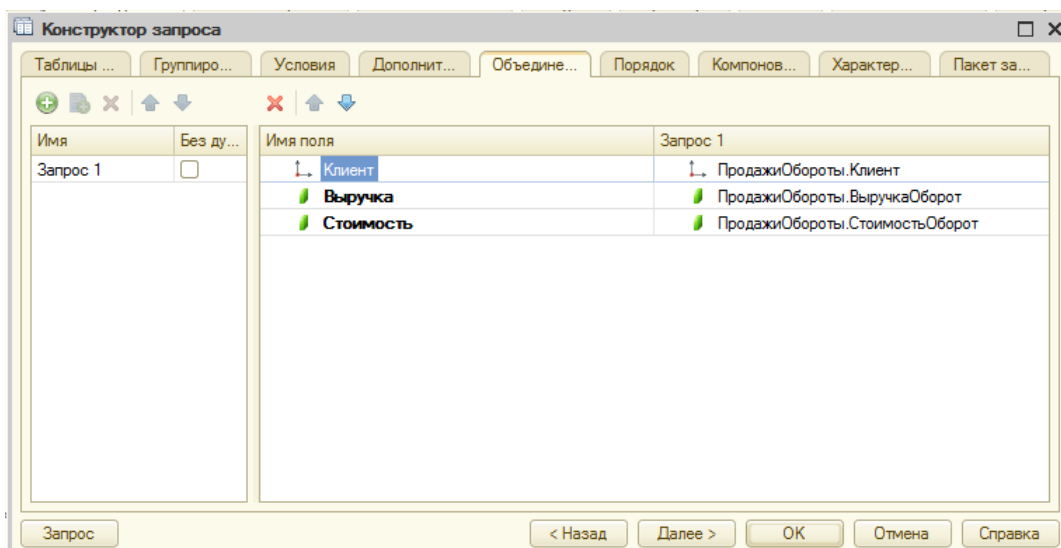

Рисунок 112 Вкладка **Объединения/Псевдонимы**
16. На закладке **Объединения/Псевдонимы**: поле ВыручкаОбороты – Выручка, поле СтоимостьОборот – Стоимость (рис. 112).